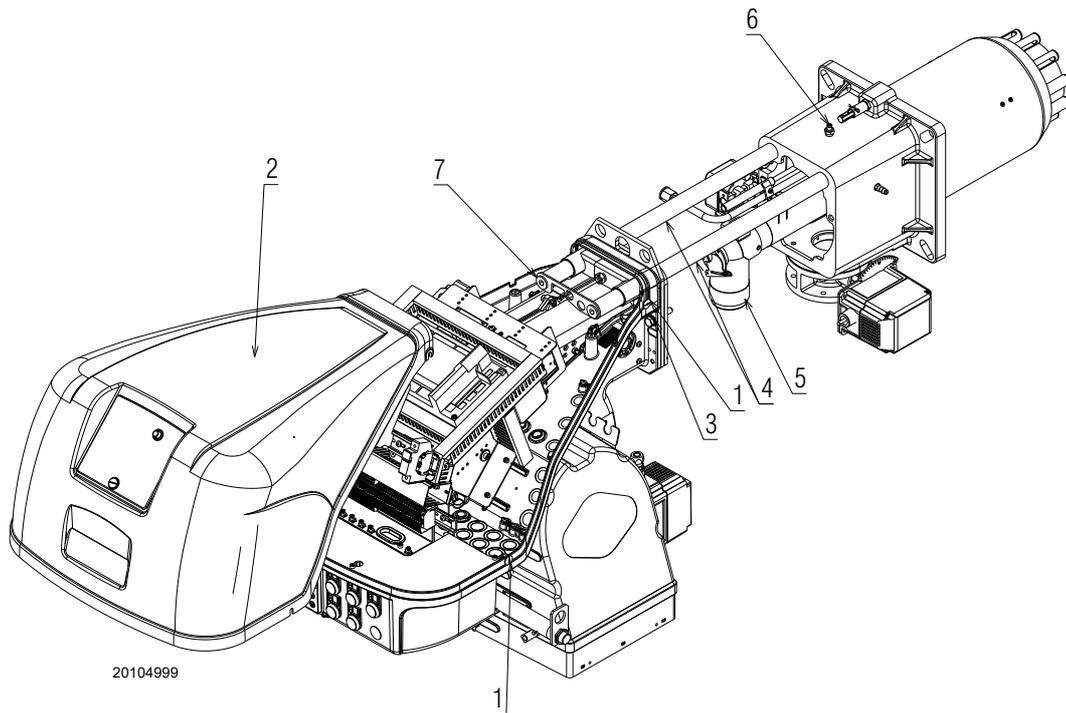

Fig. 37
S'assurer que les trous de sortie de gaz pour la phase d'allumage, présents dans le distributeur de la tête de combustion, soient libres d'impuretés et de dépôts de rouille. En cas de doute, démonter le coude (Fig. 37 à la page 37).
- Desserrer les 4 vis 1)(Fig. 37) et déposer le capot 2) ;
- remettre les vis 3)(Fig. 37) et tirer délicatement vers l'extérieur les câbles de sonde et d'électrode, jusqu'à les mettre légèrement sous tension ;